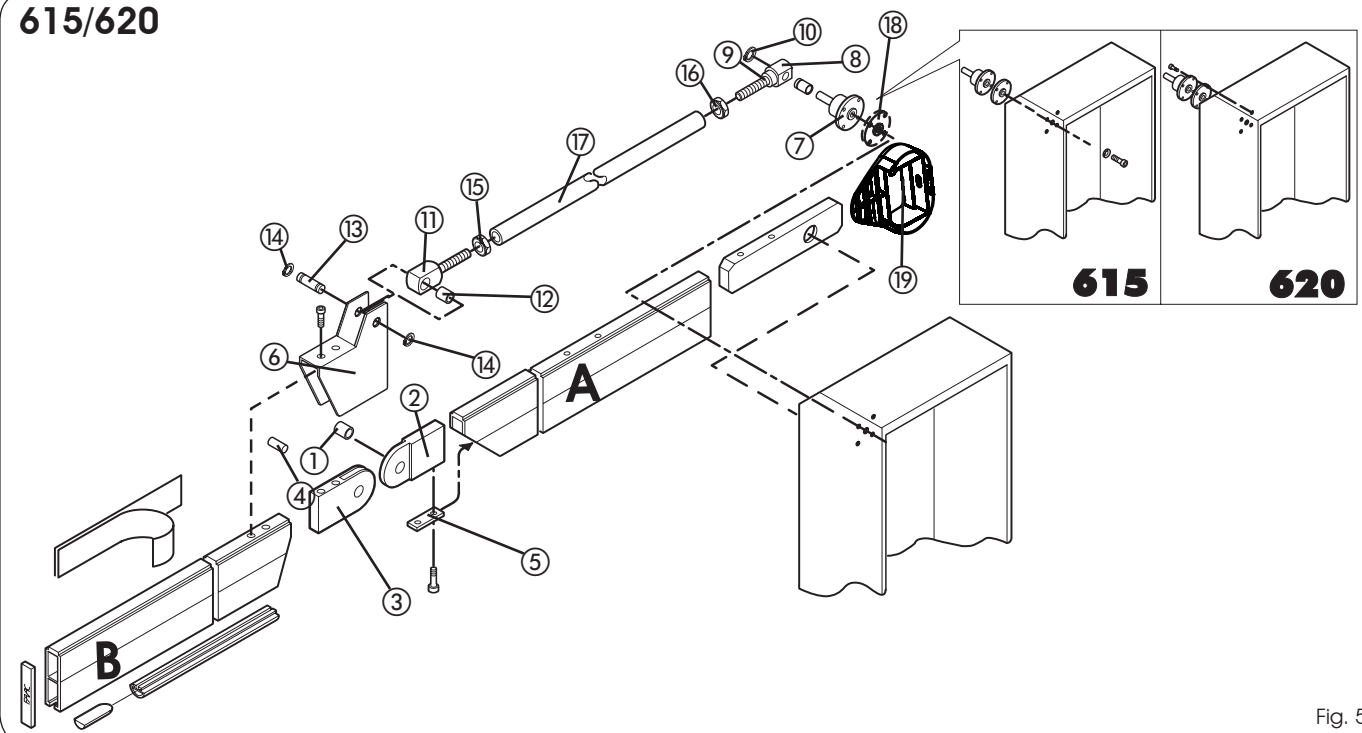

Fig. 5
- 3) Assemblare i particolari ① e ② con lo snodo ③ inserendo il perno ④ come in fig. 5.
- 4) Inserire il gruppo ①, ②, ③ e ④ negli spezzoni delle sbarre ed assemblare con i particolari ⑤ e ⑥ utilizzando le viti in dotazione come in fig. 5.
- 5) Montare il supporto ⑦ sul corpo barriera come in fig. 5, utilizzando il distanziale ⑧ solo con tasche vecchie antecedenti settembre 2005.
- 6) Inserire la boccia ⑧ e la forcina ⑨ sul supporto ⑦ ed applicare il seeger ⑩ come in fig. 5.
- 7) Inserire la forcina ⑪ con la boccia ⑫ sull' attacco ④ ed assemblare con il perno ⑬ e i seeger ⑭.
- 8) Avvitare i dadi ⑮ e ⑯ sulle forcine ⑨ e ⑪.
- 3) Assemble parts ① and ② with joint ③ inserting pin ④ as in fig. 5.
- 4) Insert group ①, ②, ③ and ④ in the beam sections and assemble with parts ⑤ and ⑥, using the supplied screws as in fig. 5.
- 5) Fit support ⑦ on the barrier body as in fig. 5, using the spacer ⑧ with old pockets dated before September 2005.
- 6) Insert the bush ⑧ and the fork ⑨ on support ⑦ and fit the seeger ring j as in fig. 5.
- 7) Insert fork ⑪ with bush ⑫ on fitting ④ and assemble with pin ⑬ and seeger rings ⑭.
- 8) Screw nuts ⑮ and ⑯ on forks ⑨ and ⑪.
- 3) Assembler les pièces ① et ② avec l'articulation ③. Insérer l'axe ④ comme indiqué fig. 5.
- 4) Insérer l'ensemble obtenu ①, ②, ③, ④ dans les deux parties de la lisse. Assembler et fixer le tout avec les pièces ⑤ et ⑥. Utiliser la visserie fournie comme en fig. 5.
- 5) Monter le support ⑦ sur le corps de barrière, comme indiqué fig. 5, en utilisant l'entretoise ⑧ avec les vieilles poches datant d'avant septembre 2005.
6) Insérer la douille (8) et l'attache fileté (9) sur le support (7). Bloquer l'ensemble par le clips (10), comme indiqué sur la fig. 5.
7) Insérer l'attache fileté (11) avec la douille (12) sur l'attache (6). Maintenir l'ensemble avec l'axe (13) et les clips (14).
8) Visser les écrous (15) et (16) sur les attaches filetées (9) et (11).
3) Die Teile (1) und (2) mit dem Gelenk (3) montieren und dabei den Stift (4), wie in Abb. 5 gezeigt, einführen.
4) Die Gruppe (1), (2), (3) und (4) in die Balkenabschnitte einführen und mit den Teilen (5) und (6) unter Verwendung der mitgelieferten Schrauben gemäß Abb. 5 befestigen.
5) Die Stütze (7) auf den Schrankenkörper montieren, wie in Abb. 5 gezeigt, wie in Abb. 5 gezeigt. Dazu ist der Abstandhalter (18) mit alten Taschen (vor September 2005) zu verwenden.
6) Die Buchse (8) und die Gabel (9) auf die Stütze (7) montieren und den Seeger-Ring (10) wie in Abb. 5 gezeigt, anbringen.
7) Die Gabel (11) mit der Buchse (12) auf dem Anschluß (6) anbringen und mit dem Stift (13) und den Seeger-Ringen (14) zusammenbauen.
8) Die Muttern (15) und (16) auf den Gabeln (9) und (11) anschrauben.